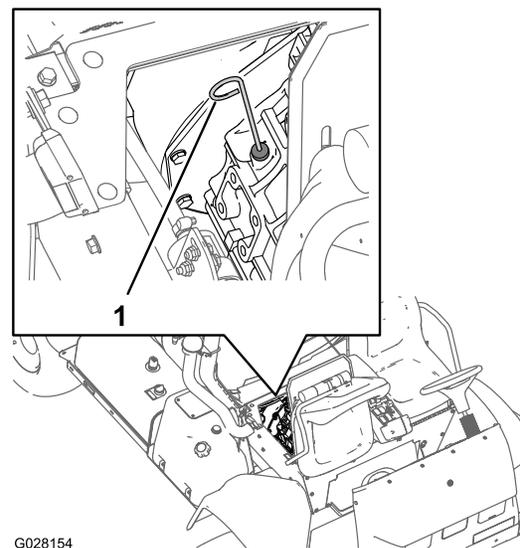

Figura 18
2. Retire a vareta, situada debaixo do banco do passageiro e limpe-a com um pano limpo (Figura 18).